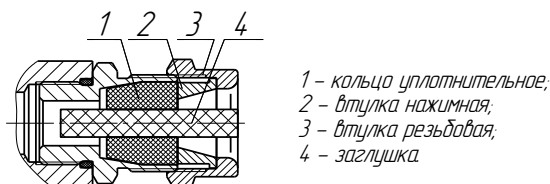

Рисунок 11
3.5.18 Для монтажа должен применяться кабель цилиндрической формы в резиновой (или пластмассовой) изоляции с резиновой (или пластмассовой) оболочкой с заполнением между жилами, либо бронированным кабелем. Диапазон допустимых наружных диаметров монтируемого кабеля указывается на торцевой поверхности кольца уплотнительного 1 (рисунок 11).